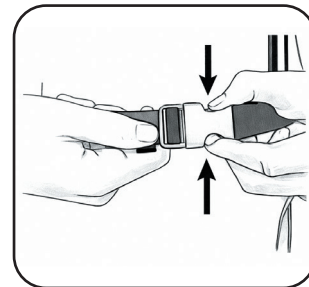

Рисунок 2.2.4. Закрепление
4. Дополнительно подтяните или ослабьте плечевые ремни для удобной и безопасной посадки. Убедитесь, что ранцевый аккумулятор надежно закреплен на спине, основной вес приходится на поясной ремень, и при ходьбе она не раскачивается (рис. 2.2.4).